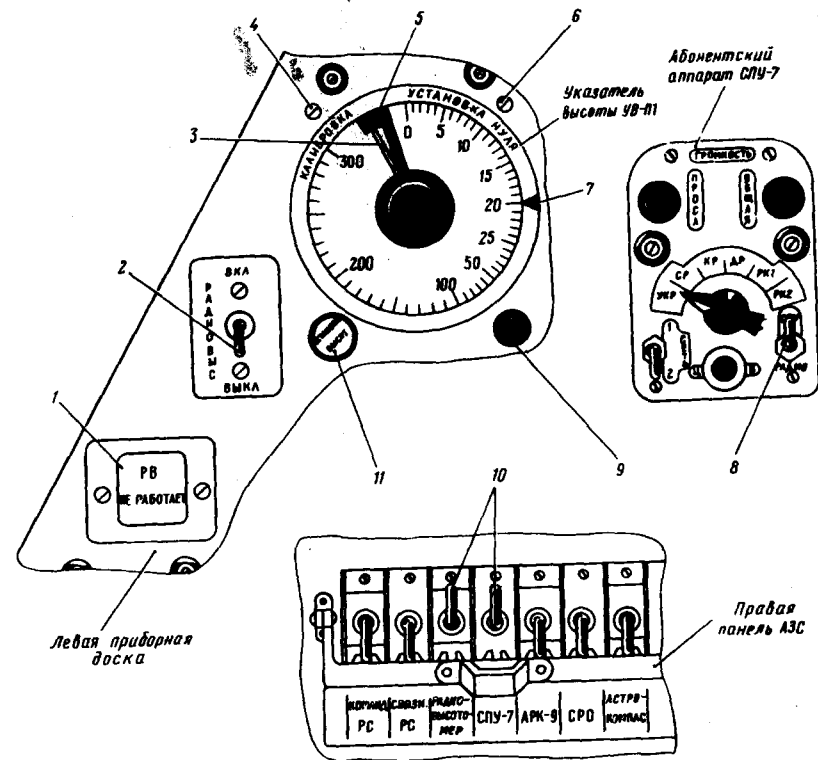

Рис. 35. К проверке работоспособности радиовысотомера РВ-3:
1. Включить автоматы защиты сети 10 «Радиовысотомер» и «СПУ» (рис. 35).